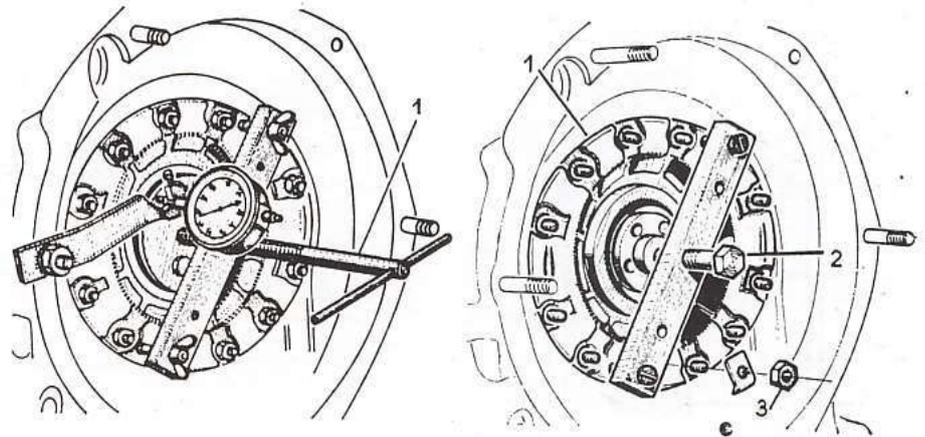

Fig. 22. — Contrôle au comparateur du jeu latéral du vilebrequin
La cote « L » (fig. 22 bis) ne doit pas être inférieure à 7 mm.
- Monter l'outil Wilmonda DAY et un comparateur sur le palier arrière (fig. 22).
Fig. 22 bis. — Cotes du volant-moteur